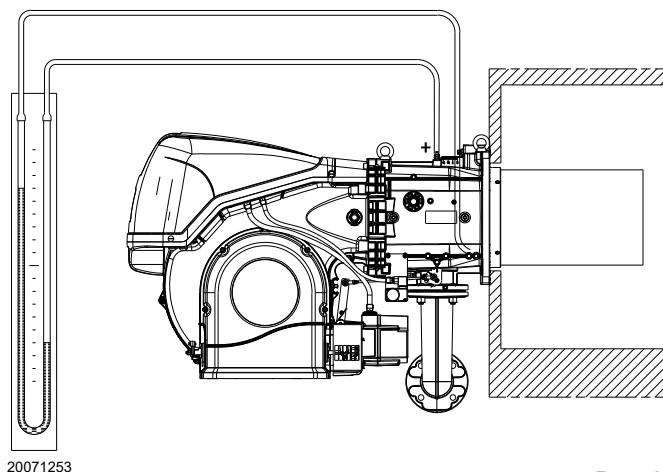

Рис. 28
- Соедините U-образный манометр или дифференциальный манометр (Рис. 28) разъемом (+) со штуцером газа на патрубке, а (-) с камерой сгорания. Служит для получения приблизительной МАКС. мощности горелки через Табл. L.
Поступление газа на патрубок определяется по U-образному манометру (Рис. 28).
Приблизительное значение можно получить из Табл. L на стр. 23. Для этого достаточно считать давление газа на U-образном манометре (см. Рис. 28 на стр. 25) и следовать указаниям.